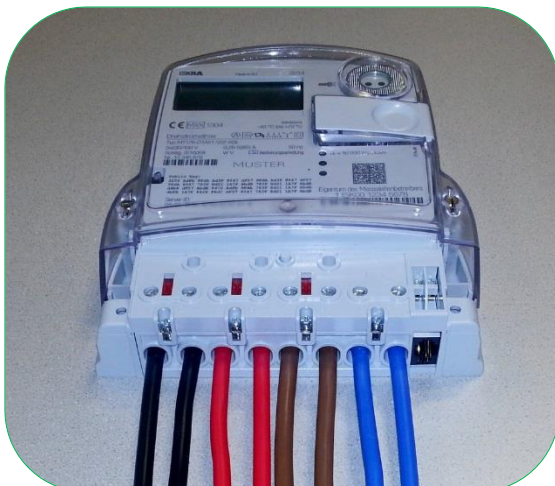

Bild 33: Klemmendeckel abnehmen
1. Gibt es den Klemmendeckel bereits am Zähler, ist er zu entfernen (siehe Bild 33).